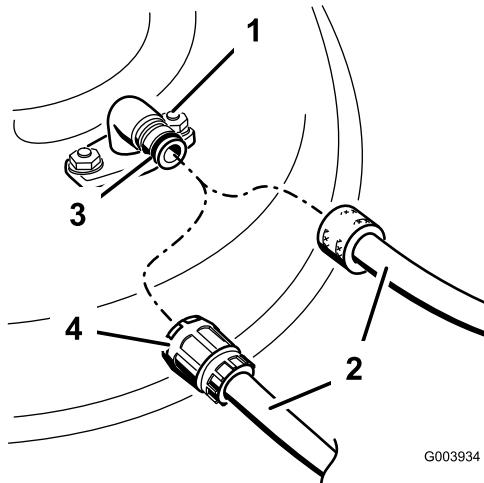

Bild 62
3. Montieren Sie die Schlauchkupplung auf die Kupplung am Mähwerk-Spülanschluss und drehen Sie das Wasser mit starkem Druck auf (Bild 62).